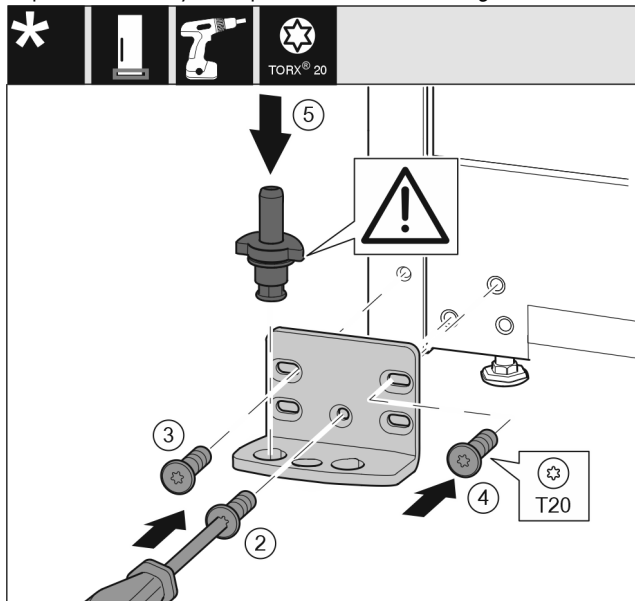

Fig. 15
- ▶ Встановіть опорний кронштейн з іншого боку і закріпіть гвинтами за допомогою викрутки T20. Почніть із гвинта 2 знизу посередині. Fig. 15 (2)
- ▶ Закрутіть гвинти 3 та 4. Fig. 15 (3,4)
- ▶ Вставте цілком опорний гвинт. При цьому виступ фіксатора повинен бути спрямований назад. Fig. 15 (5)